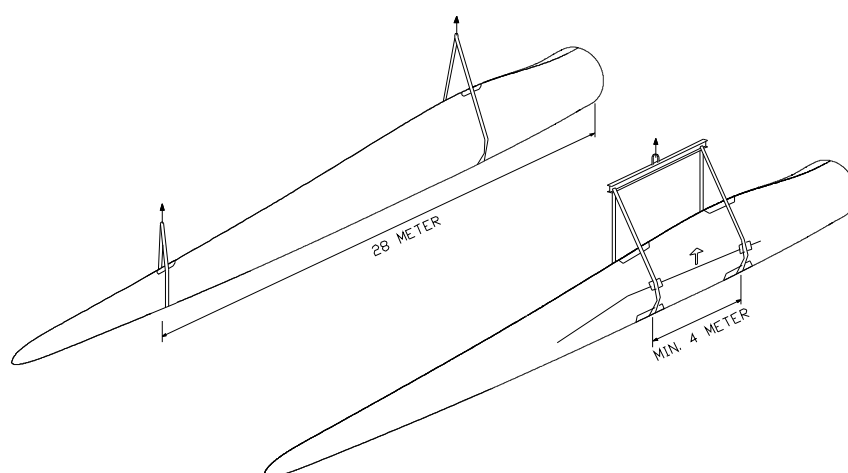

图 8: 叶片的起吊（仅为垂直）。
2. 在叶片装卸前（参见图8），请在现场准备好下列吊装装置：
4. 根据工作条件的不同，叶片可以 2 种方式起吊（参见图8）。如果使用图8中右下角所示的方法，沿叶片重心对称的安装绑带，来吊装叶片。